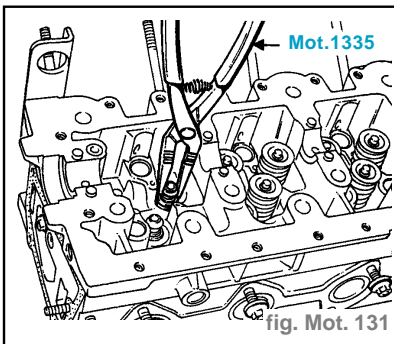

fig. Mot. 131
- Enlever les demi-bagues, les coupelles supérieures, les ressorts, les soupapes, les joints d'étanchéité des guides de soupapes en utilisant la pince **Mot.1335**, et les coupelles inférieures. (fig. Mot. 131)